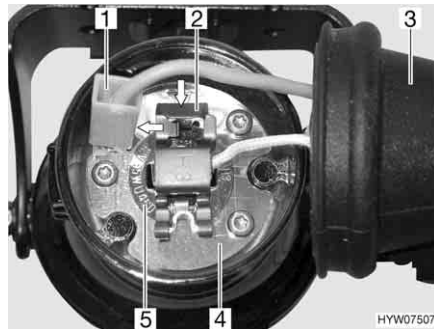

Fig. 238 Luce fendinebbia
- Afferrare dietro la luce fendinebbia e togliere il copripolvere di gomma (Fig. 238,3) dall'involucro (Fig. 238,4).
- Togliere il cavo negativo (Fig. 238,1) dall'involucro.
- Premere la graffa di supporto (Fig. 238,2) per sganciarla e spingerla di lato.
- Estrarre dall'involucro la lampada ad incandescenza (Fig. 238,5) con il cavo.